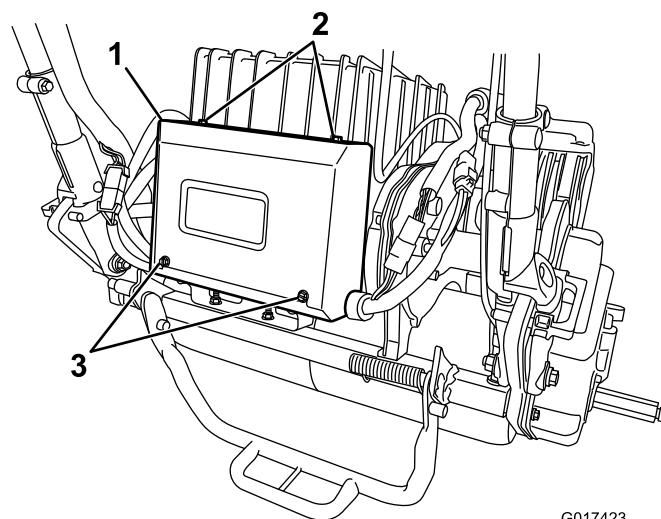

図 36
2. 電気ボックスの後部ねじ2本を取り外し、上側のねじ2本をゆるめて、ボックスカバーを外す 図 36。